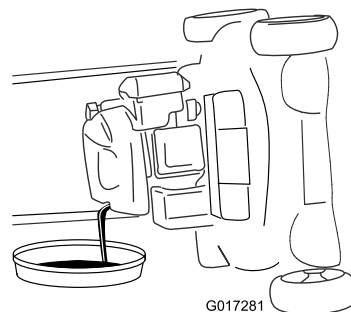

Figura 33
6. Retire la varilla y drene el aceite usado en un recipiente para aceite usado (Figura 33).